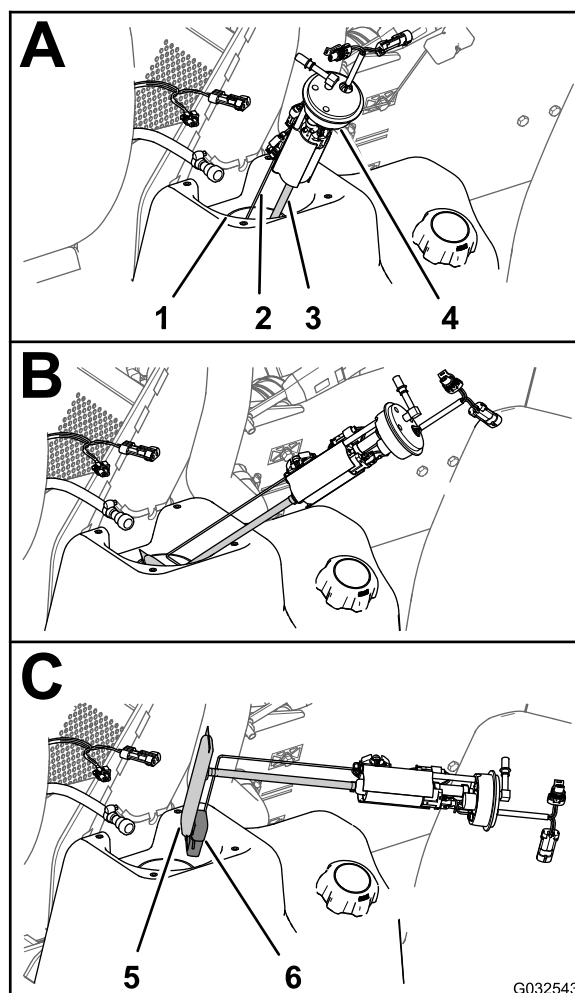
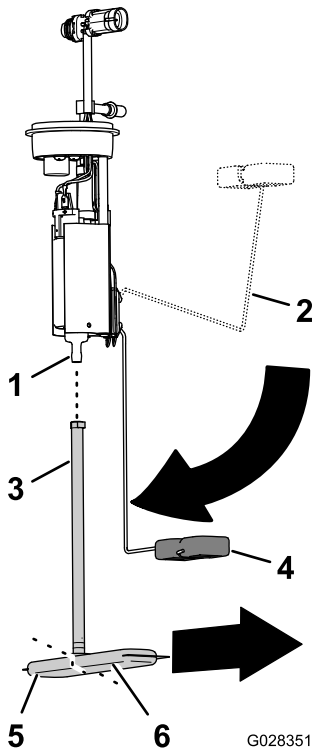

Figure 73
Figure 74
6. Soulevez et tournez avec précaution la pompe à carburant/transmetteur pour l'extraire du goulot du réservoir de carburant (Figure 73).
1. Détachez du raccord de la pompe à carburant le tube d'aspiration du filtre à carburant (Figure 74).
2. Alignez le tube d'aspiration du nouveau filtre à carburant et le raccord de la pompe à carburant (Figure 74).
3. Alignez la longue patte du filtre à carburant sur le flotteur quand le bras du flotteur à la position vide (Figure 74).
4. Insérez le raccord de la pompe à carburant dans le tube d'aspiration jusqu'à ce que le raccord soit parfaitement engagé (Figure 74).
1. Soutenez le bras de flotteur et le tube d'aspiration ensemble, et glissez le flotteur et le filtre à carburant dans l'ouverture du réservoir de carburant (Figure 73).
2. Insérez la pompe à carburant/transmetteur dans le goulot du réservoir (Figure 73 et Figure 74).
3. Placez l'écrou et le joint par dessus la pompe à carburant/transmetteur et sur le goulot du réservoir de carburant, et serrez l'écrou à la main (Figure 73).
4. Branchez le raccord du flexible de carburant au raccord de la pompe à carburant (Figure 73).
5. Rebranchez le connecteur à 2 douilles du faisceau de la machine au connecteur à 2 broches de la pompe à carburant/transmetteur; rebranchez le connecteur à 2 broches du faisceau de la machine au connecteur à 2 broches de la pompe à carburant/transmetteur (Figure 73).